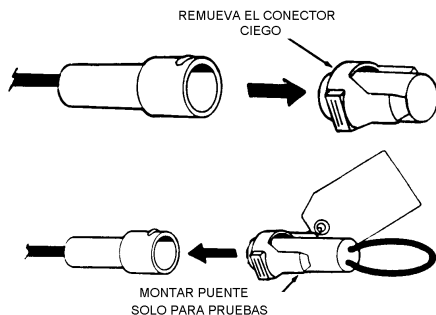

FIGURA 2.3-11. INSTALE EL JUMPER
- Usando el kit de prueba que se proporciona, proceda con el extremo del último largo del cable de detección. Saque el conector ciego conectado (Figura 2.3.11) e instale el conjunto del jumper.